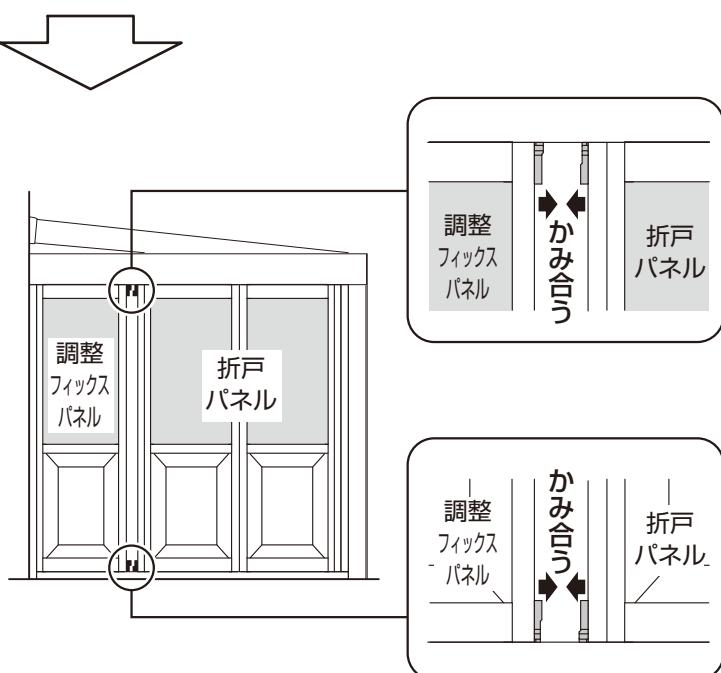
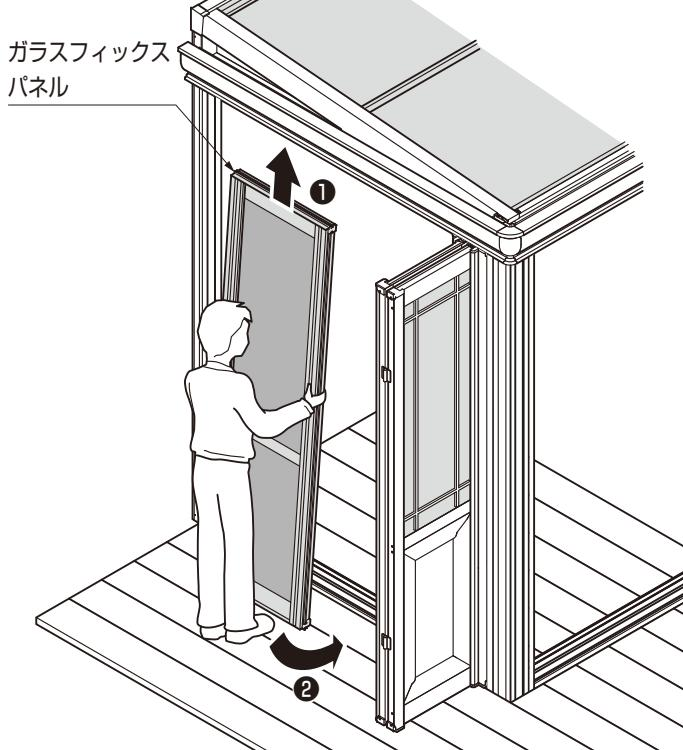
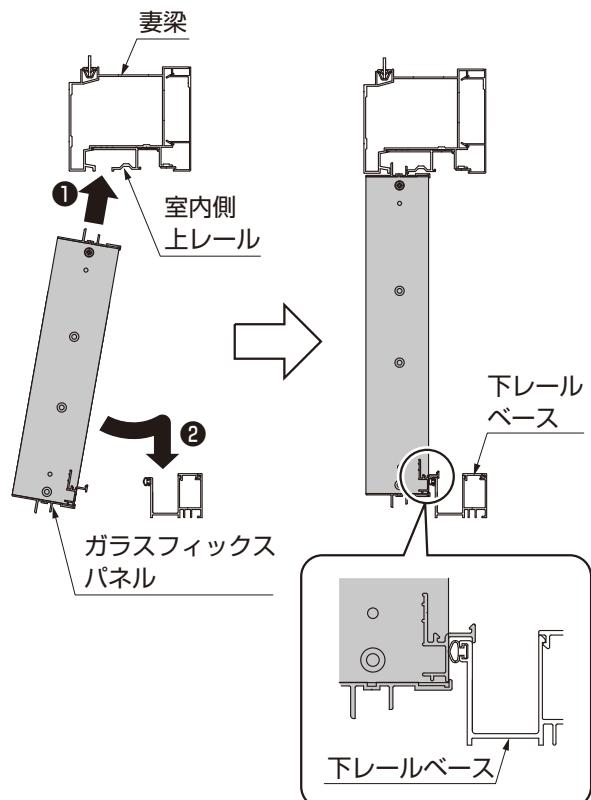

図 2-5
図 2-6
図 2-7
【1-5】を本固定してください。 (図2-5、図2-6参照)
①ガラスフィックスパネルをけんどんではめ込んでください。 (図2-6、図2-7参照)